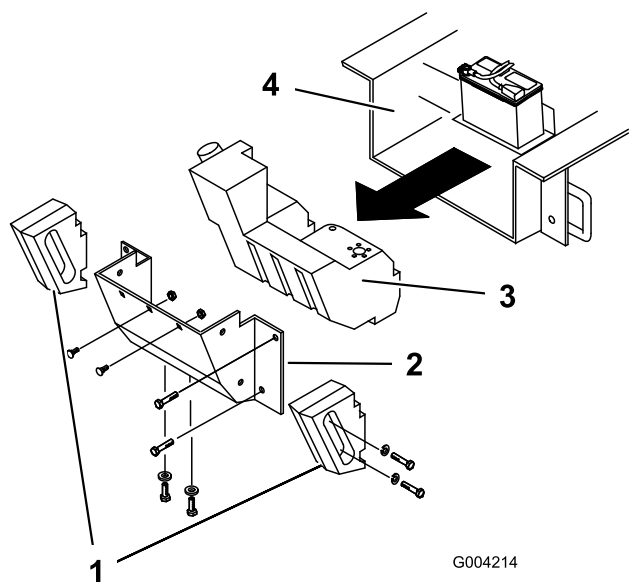

Figura 64
Utilizzando una torcia, aprite il cofano e ispezionate regolarmente l'area sotto il motore. Quando i detriti formano uno strato di 2,5-5 cm, completate la seguente procedura (fate riferimento alla Figura 64 per l'intera procedura):
5. Rimuovete i bulloni, le rondelle e le rondelle di bloccaggio che fissano le 2 zavorre laterali e rimuovete le zavorre (Figura 64).
8. Rimuovete i 6 dadi e bulloni che fissano il pannello posteriore; rimuovete il pannello (Figura 64).
10. Fate scivolare indietro il serbatoio carburante (Figura 64).
17. Fate scorrere parzialmente il serbatoio carburante nello chassis (Figura 64).
23. Riposizionate il pannello posteriore e fissatelo con i 6 bulloni e dadi rimossi in precedenza (Figura 64).
25. Montate i pesi laterali con le rondelle, i bulloni e le rondelle di bloccaggio precedentemente rimossi (Figura 64).